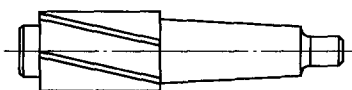

图 2
(1) 工艺方案一 此方案针对科研项目设计的工艺, 具体的放气阀端面加工工艺为: 在立式铣床上加工, 选用专用的带导柱锥柄平底铰钻, 如图2所示。